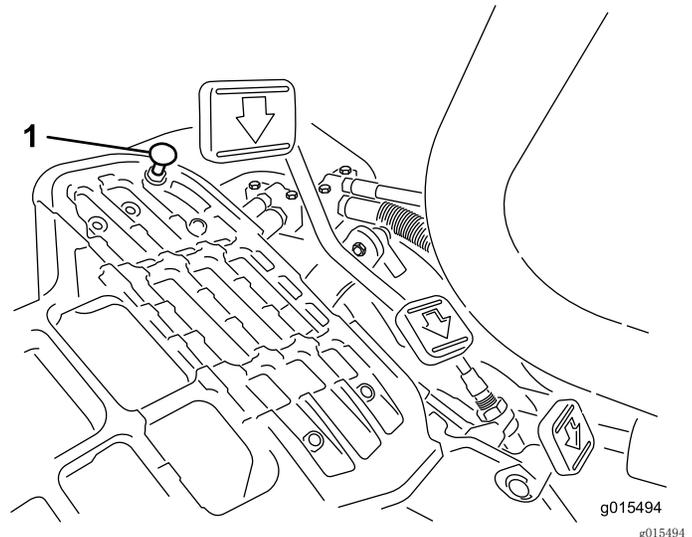

图39
要获得最大行驶速度，请将功能控制杆放在行驶位置，并踩下驱动踏板。如果在拉线感到张紧力之前，踏板接触到限位器（图39），请执行以下调节程序：
1. 将功能控制杆放在行驶位置，松开将踏板限位器固定至底板上的锁紧螺母（图39）。